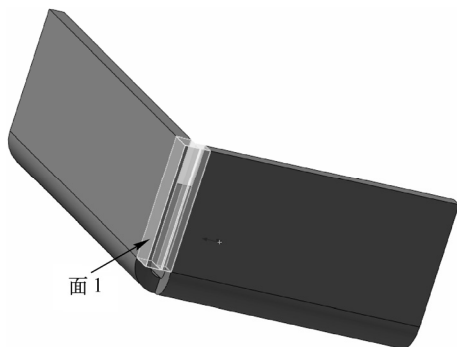

图 10-87 选择需要延伸的面
1) 单击“钣金”工具栏中的  (闭合角) 按钮,或选择“插入”→“钣金”→“闭合角”菜单命令,或者单击“钣金”面板中的“闭合角”按钮 ,弹出“闭合角”属性管理器,选择需要延伸的面,如图 10-87 所示。